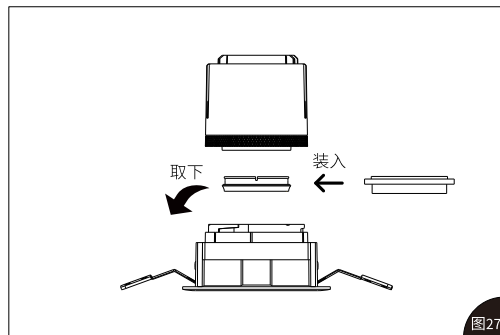

图27
1. 通过扭动将灯具模块从连接件上取下; 将灯具模块中的配件环取出, 将镜前灯光学片安放于连接件凹槽内, 如图27所示;